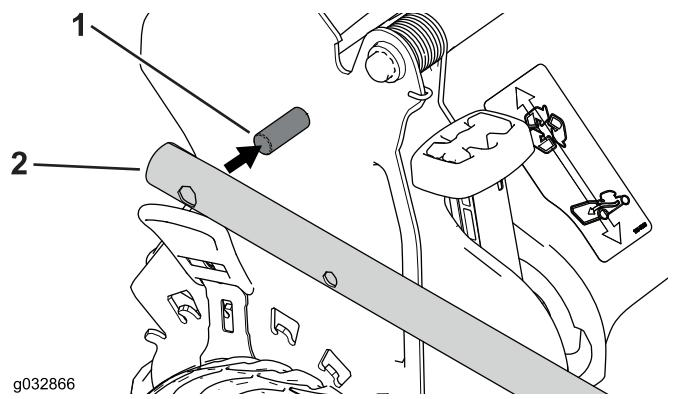

Figura 5
1. Montate le estremità della stegola sull'alloggiamento del tosaerba, in modo che il perno applicato a ciascuna staffa della stegola si trovi nel foro inferiore della relativa estremità della stegola (Figura 5).